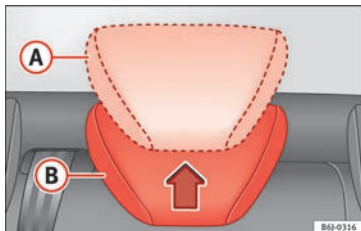

Fig. 77 Ajuste de los apoyacabezas posteriores.
- Posición elevada o de uso **(A)** » » » **fig. 77**. En esta posición el apoyacabezas se comporta como un apoyacabezas convencional, protegiendo junto con el cinturón de seguridad al ocupante de las plazas posteriores.
- Posición de reposo, no uso **(B)** » » » **fig. 77**. Esta posición facilita la visibilidad posterior al conductor.